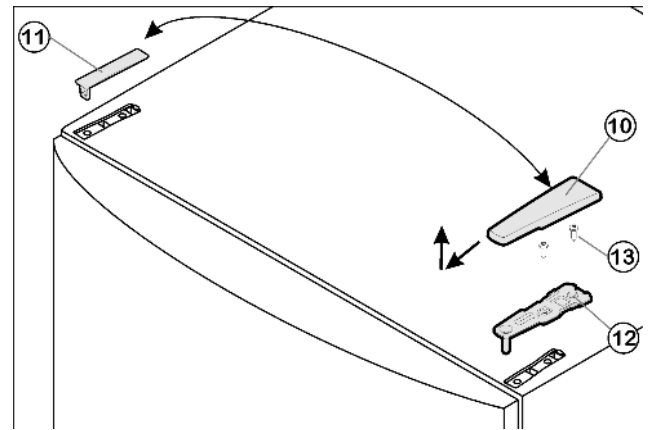

Fig. 4
- ▶ Előre és felfele húzza le a fedelet Fig. 4 (10).
- ▶ Emelje le a fedelet Fig. 4 (11).
- ▶ Csavarozza le a felső csapágybakot Fig. 4 (12) (2 db Torx® 25) Fig. 4 (13), és felfele húzza le.
- ▶ A felső csapágybakot *Fig. 4 (12)* helyezze a csuklópánt új oldalán az ajtóba.
- ▶ Csavarozza fel a felső csapágybakot *Fig. 4 (12)* erősen (**4 Nm-es nyomatékkal**) (2 db Torx® 25) *Fig. 4 (13)*. A csavarlyukat esetleg pontozza meg, vagy használjon akkus csavarhúzót.
- ▶ A *Fig. 4 (10)* és a fedelet *Fig. 4 (11)* mindig az ellenkező oldalra pattintsa fel.